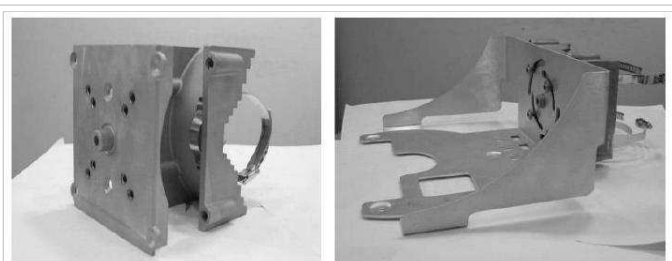

Fig. 3 - Preparación del soporte para caño
- Enhebrar las 2 abrazaderas de acero inoxidable provistas con el equipo por las ranuras de la pieza de soporte eligiendo las ranuras correspondientes al diámetro de caño a utilizar (Fig. 3 izquierda) y unir ambas piezas mediante los 6 tornillos.
- Fijar la base al soporte colocando los 4 tornillos, previo a ajustarlos verificar que la base esté horizontal (Fig. 3 derecha).